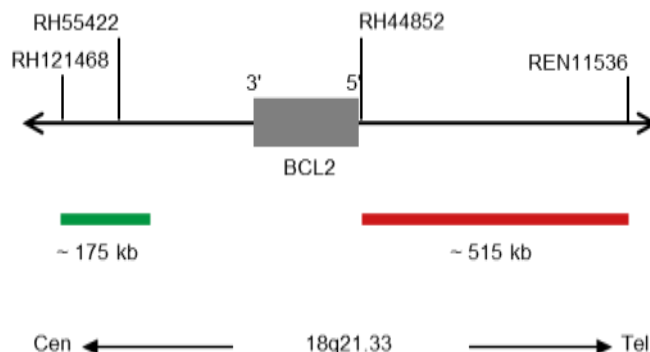

Fig. 1 : Carte de la sonde SPEC BCL2 (pas à l'échelle)
- Polynucléotides marqués à la digoxigénine (~0,50 ng/μl), qui ciblent des séquences cartographiées en 18q21.33* (chr18:60,415,418-60,589,273) proximales de la région du point de cassure BCL2 (voir Fig. 1).
- Polynucléotides marqués au dinitrophényle (~0,75 ng/μl), qui ciblent des séquences cartographiées en 18q21.33* (chr18:60,994,528-61,507,691) distales de la région du point de rupture BCL2 (voir Fig. 1).